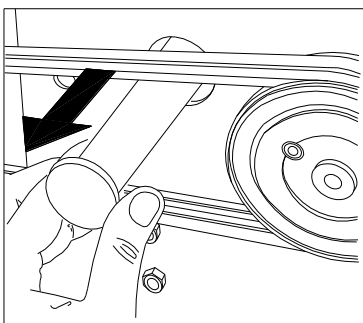

Fig. 17
- Leg de borgveer tang om de ring te verwijderen zoals aangeduid in fig. 17